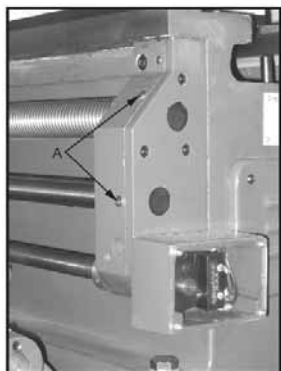

Fig. 6
4. Ledeskruer og trækspindel: Smør de to smørepipler på højre side af konsollen dagligt (A, Fig. 6) med Mobil DTE® Oil Heavy Medium.